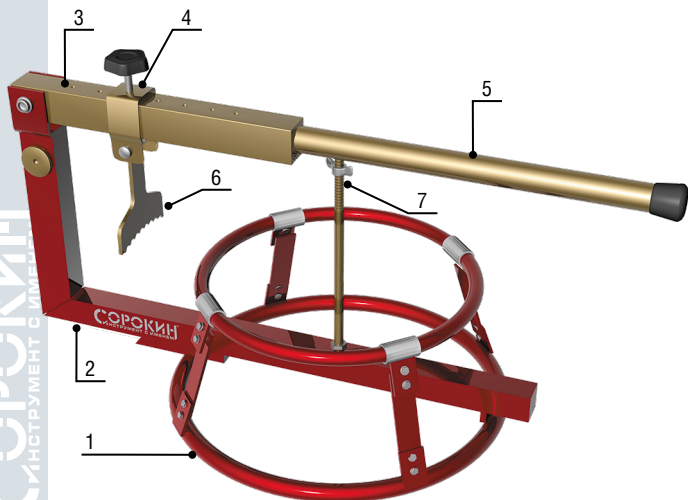

Рисунок 1 – Шиномонтажный стенд
2. Закрепите при помощи крепёжной оси (п. 7, рис. 1).
4. Подведите отжимную лопатку (п. 6, рис. 1), к борту покрышки вблизи обода диска. Следите за тем, чтобы отжимная лопатка находилась вертикально. Если это условие не выполняется, передвиньте фиксатор отжимной лопатки (п. 4, рис. 1).
5. Отделите борт покрышки от обода диска, по всей окружности, нажимая на рукоятку (п. 5, рис. 1) рычага.